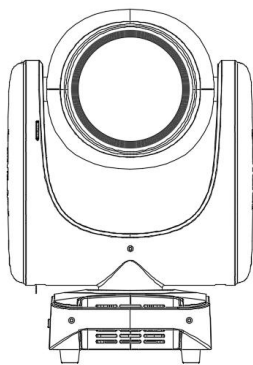

图 4-1
■ 去掉吊架，水平放置，确保水平和旋转空间安全距离必须 $\geq 1000\text{mm}$ （图 4-1）